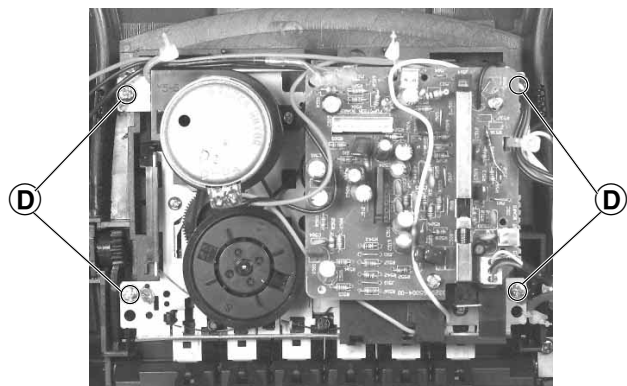

Fig. 3
2. Cass.-Laufwerk ausbauen, (Fig. 3)
2. Dismantling the Cassette Drive Mechanism, (Fig. 3)